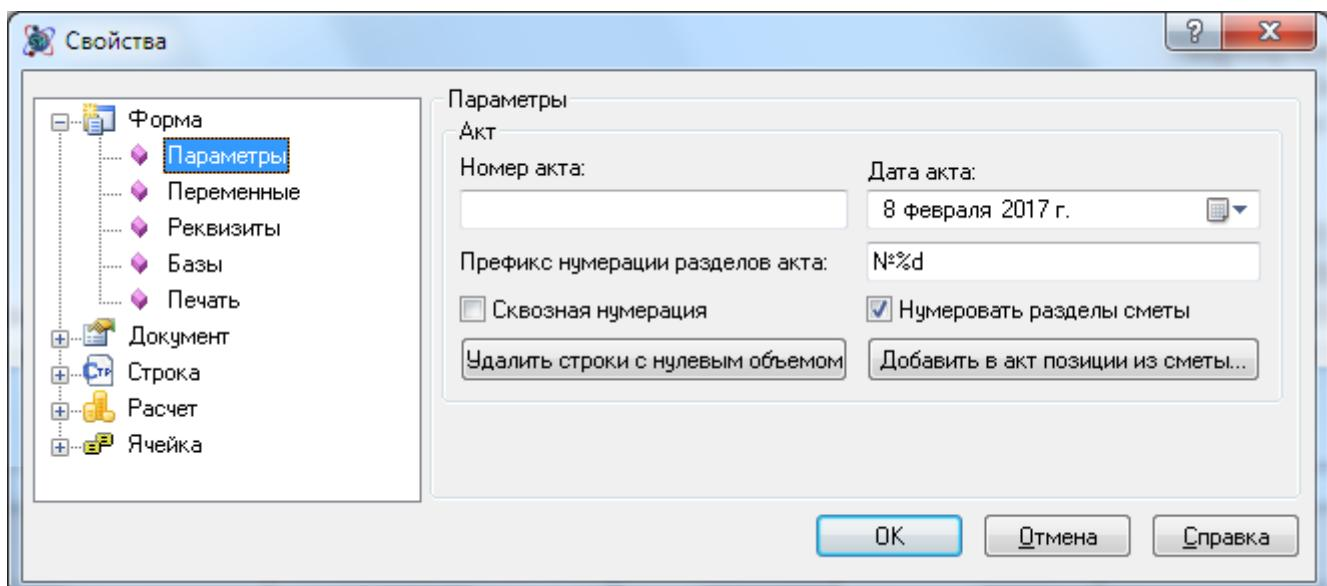

Рис. 4.64 Диалоговое окно Свойства, раздел Форма/Параметры
1. Перейти в раздел Форма/Параметры (рис. 4.64) диалогового окна Свойства;